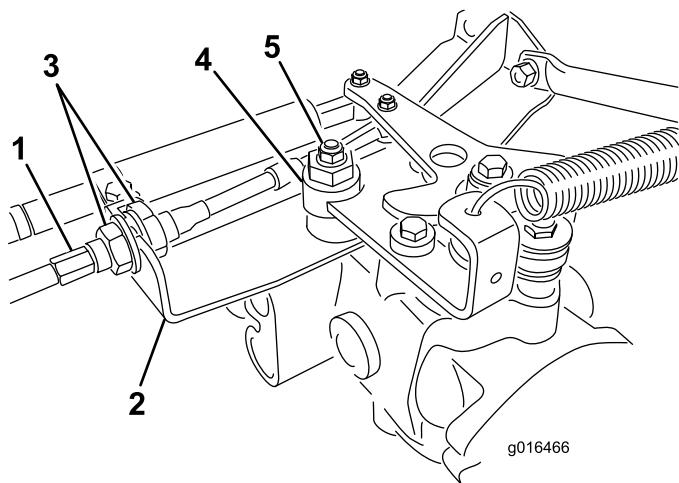

Figura 43
- A. Liberte as porcas que fixam o cabo de tracção ao anteparo do hidróstato (Figura 43). Certifique-se de que as porcas se encontram soltas de forma idêntica, de modo a permitir a operação de ajuste.
- B. Liberte a porca que fixa o disco excêntrico ao cimo do hidróstato (Figura 43).
deixar de rodar, aperte a porca, bloqueando deste modo o disco excêntrico e fixando a posição de ajuste (Figura 43). Verifique se o ajuste é o adequado colocando o regulador nas posições SLOW e FAST.
- E. Aperte **uniformemente** as porcas que se encontram em cada um dos lados do anteparo, fixando deste modo o cabo de tracção ao anteparo (Figura 43). Não rode o cabo.